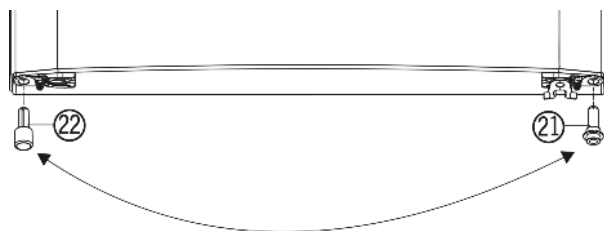

Fig. 5
- ▶ Vlevo dole vytáhněte z dveří rozpěrný díl Fig. 5 (22).
- ▶ Rozpěrný díl *Fig. 5 (22)* vložte do dveří vpravo dole.